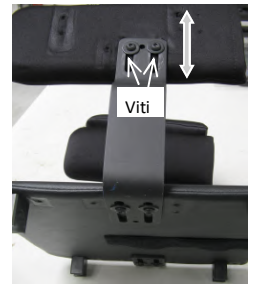

fig. 16.4: Regolazione altezza
• **Regolazione altezza** (fig. 16.4)